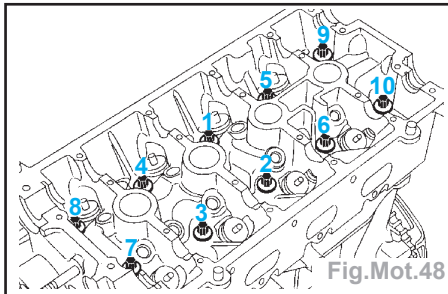

Fig.Mot.48
- Serrer dans l'ordre les vis de fixation de la culasse à 2 daN.m (Fig.Mot.48).